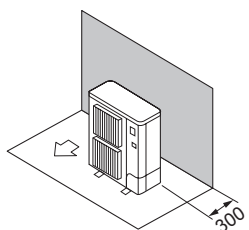

Fig. 2-6
- ① Prekážky len zozadu (Fig. 2-6)